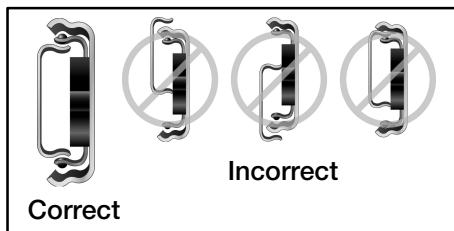

Figure 19
6. Remettez le tiroir en place en l'alignant sur les glissières. S'assurer que les glissières du socle et du tiroir sont correctement alignées (voir la **Figure 19**).